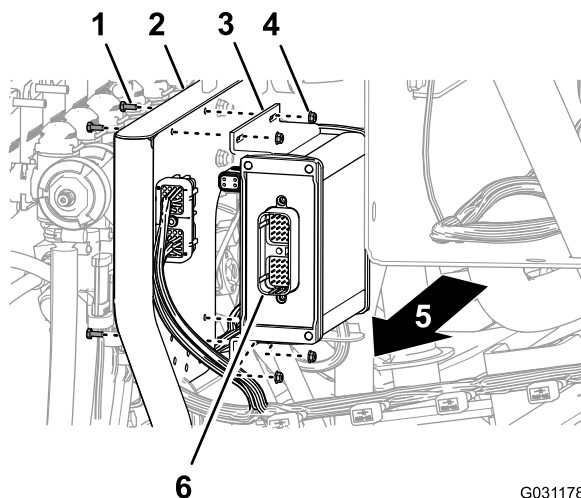

図 160
1. バルブマウントの前側に散布コントローラを取り付ける。40ピンコネクタが外側を向くように取り付けること 図 160。
2. 散布コントローラをバルブマウントに取り付ける 図 160; ボルト4 x 10mm4本とフランジロックナット4mm4個を使用する。